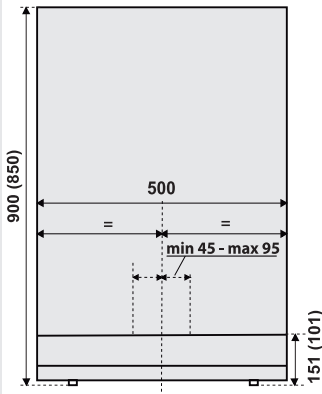

Abb. 2
Als Hilfestellung dient das in Abb. 2 dargestellte Winkelstück mit den Einbaumaßen, wenn die einstellbaren Gerätefüße vollständig eingeschraubt sind. Achten Sie darauf, dass das Winkelstück im vorgegebenen Bereich montiert wird.
- Markieren Sie mit einem Bleistift durch die Öffnung des unteren Teils des Geräts die Mitte des Geräts auf der Wand; machen Sie noch eine Markierung 45 mm bis 95 mm links oder rechts von der Mittellinie (Abb. 2).